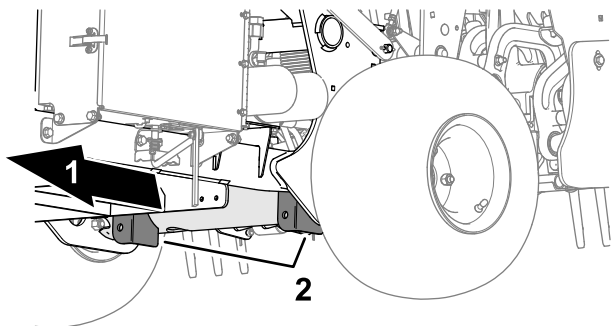

Figura 128
3. Aezați cricul în siguranță sub placa cadrului, în interiorul roii spate (Figura 128).